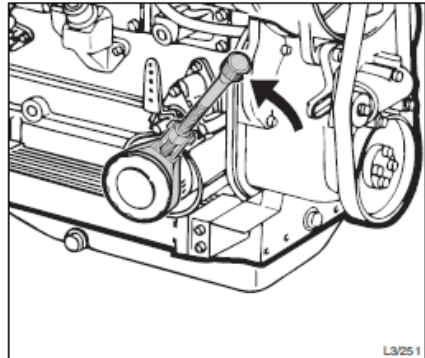

Abb. 47 – Auswechseln des Ölfilters
- Das zu wechselnde Filter mit entsprechendem Bandschlüssel lösen und schnell herausnehmen (abb. 47). *Bandschlüssel Best.-Nr. 620 307 01.*